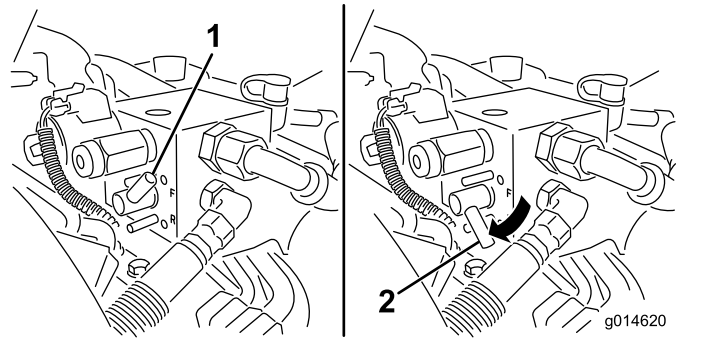

Figura 53
5. Girate la leva di lappatura in posizione di RETROMARCIA (R) (Figura 53).